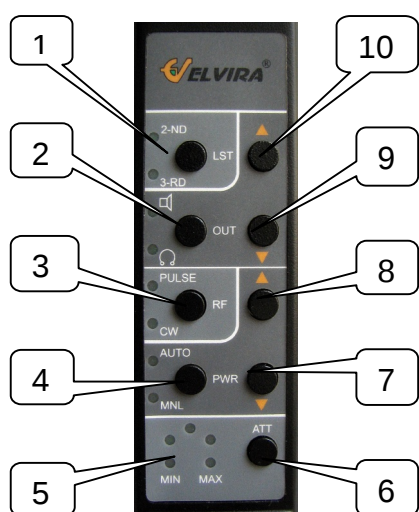

Рис. 4
индикации рабочих режимов и аккумуляторная батарея. Одновременно, корпус выполняет функции ручки. Кнопки управления по функциональному признаку разделены на две группы: «AUDIO», расположенная в верхней половине пульта, и «POWER RF», занимающая его нижнюю половину. Пульт управления показан на рис. 4.
6.4. При необходимости прослушивания сигнала отклика на телефоны, переключить звуковую индикацию в режим головных телефонов, для чего нажать на пульте управления соответствующую кнопку (см. 2 на рис.4) и включить беспроводные телефоны (в соответствии с их инструкцией по эксплуатации).